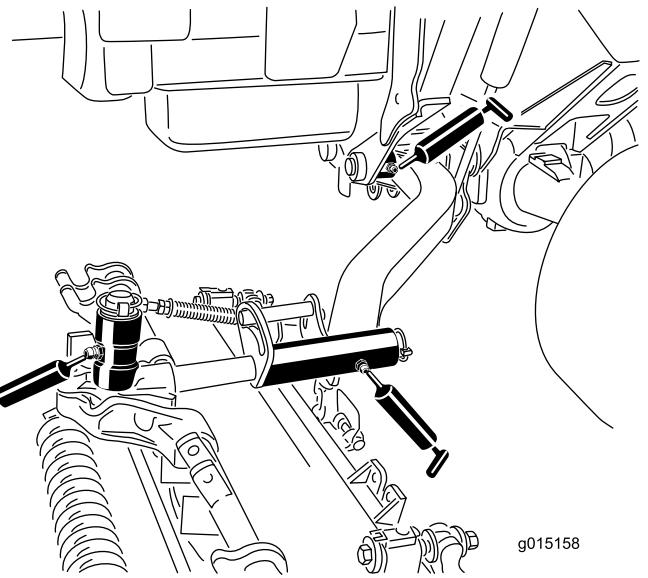

Figura 68
- Boccole girevoli (1 per piatto di taglio) del braccio di sollevamento (Figura 68).
- Telaio portante dell'apparato di taglio (2 per apparato) (Figura 68)
- Perno del braccio dell'apparato di taglio (1 per apparato) (Figura 68)